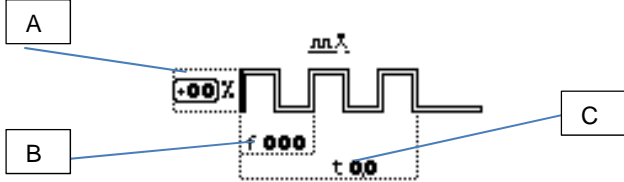

Fig.10
**SOLO TIG DC.** Start pulsado utilizable solo en el método de soldadura en DC con ignición de alta frecuencia, muy útil para optimizar la soldadura por puntos de las chapas en la fase inicial de la soldadura. Configure la corriente de soldadura (fig. 3 ref. N) y al final, seleccione mediante el codificador **S1** el submenú de opción (fig. 3 ref. D) y configure el porcentaje de la segunda corriente de soldadura pulsada con respecto a la primera (fig. 10 ref. A) desde -50% hasta +99%, la frecuencia de soldadura (fig. 10 ref. B), desde 50 hasta 200Hz, y el tiempo de soldadura por puntos (fig. 10 ref. C) de 0,1 a 9,9 seg.